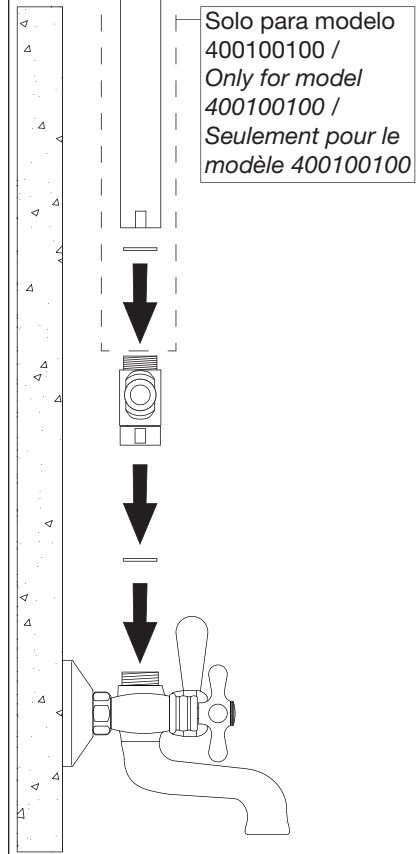

Fig. 08
• Retirar del soporte pared, los tornillos allen y el plafón (B), dejando la pieza A lista para atornillar a la pared (Fig. 08)
• Take out the allen screws and the cover plate (B) from the wall holder, then piece A will be ready to fix to the wall (Fig. 08)
• Retirez les vis Allen et l'embelisseur du support-mur (B), en laissant la pièce A prête à être vissé au mur (Fig. 08)